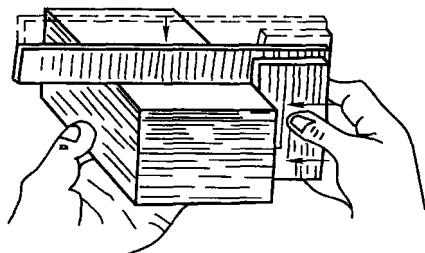

图 1-7 用直角尺检查工件垂直度
(1) 检查工件垂直度 左手拿工件，右手拿直角尺，使尺座内侧面与工件测量基准接触，向下轻轻移动角尺，让尺苗慢慢与工件被接触面接触，如图 1-7 所示，根据透光判断工件被测面与基准面是否垂直。